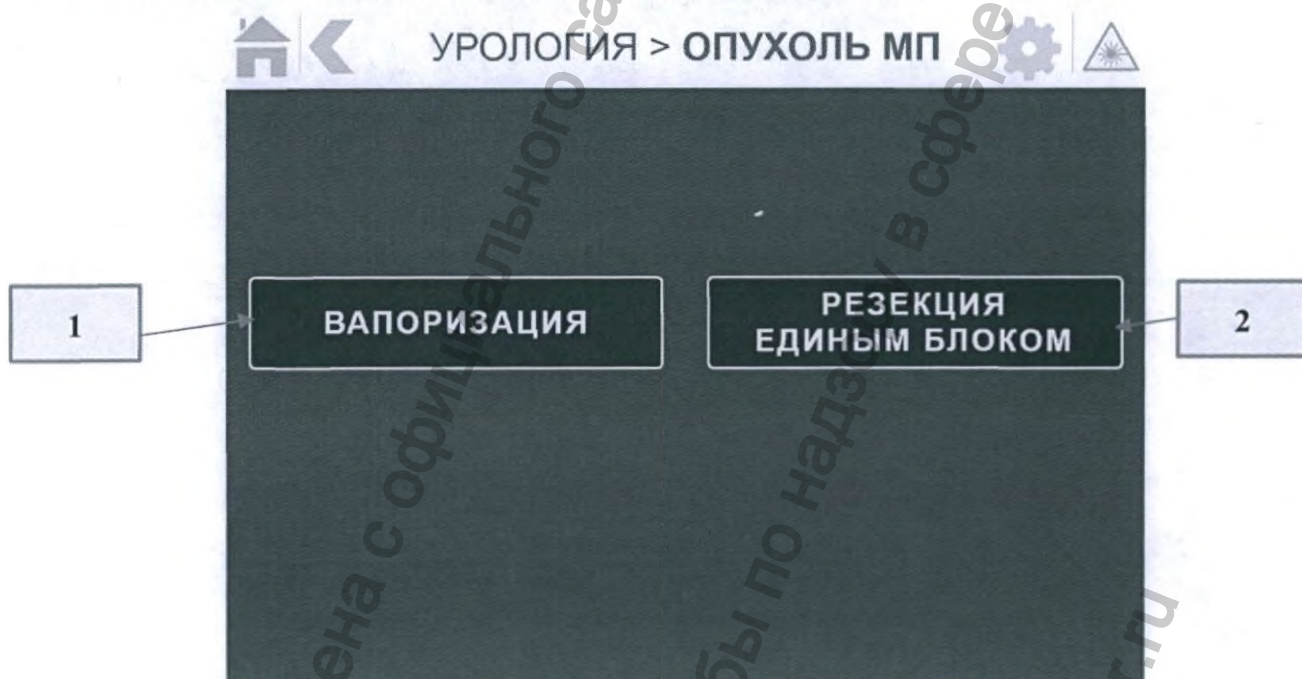

Рисунок 22. Экран списка процедур при выборе «ОПУХОЛЬ МОЧЕВОГО ПУЗЫРЯ»
При выборе «Опухоль мочевого пузыря» (3) появится экран выбора метода удаления опухоли (рис. 22):
- Вапоризация (выпаривание опухолевой ткани мочевого пузыря) (1);
- Резекция единым блоком (удаление опухоли мочевого пузыря вместе с основанием и подлежащей стенкой мочевого пузыря единым блоком) (2).